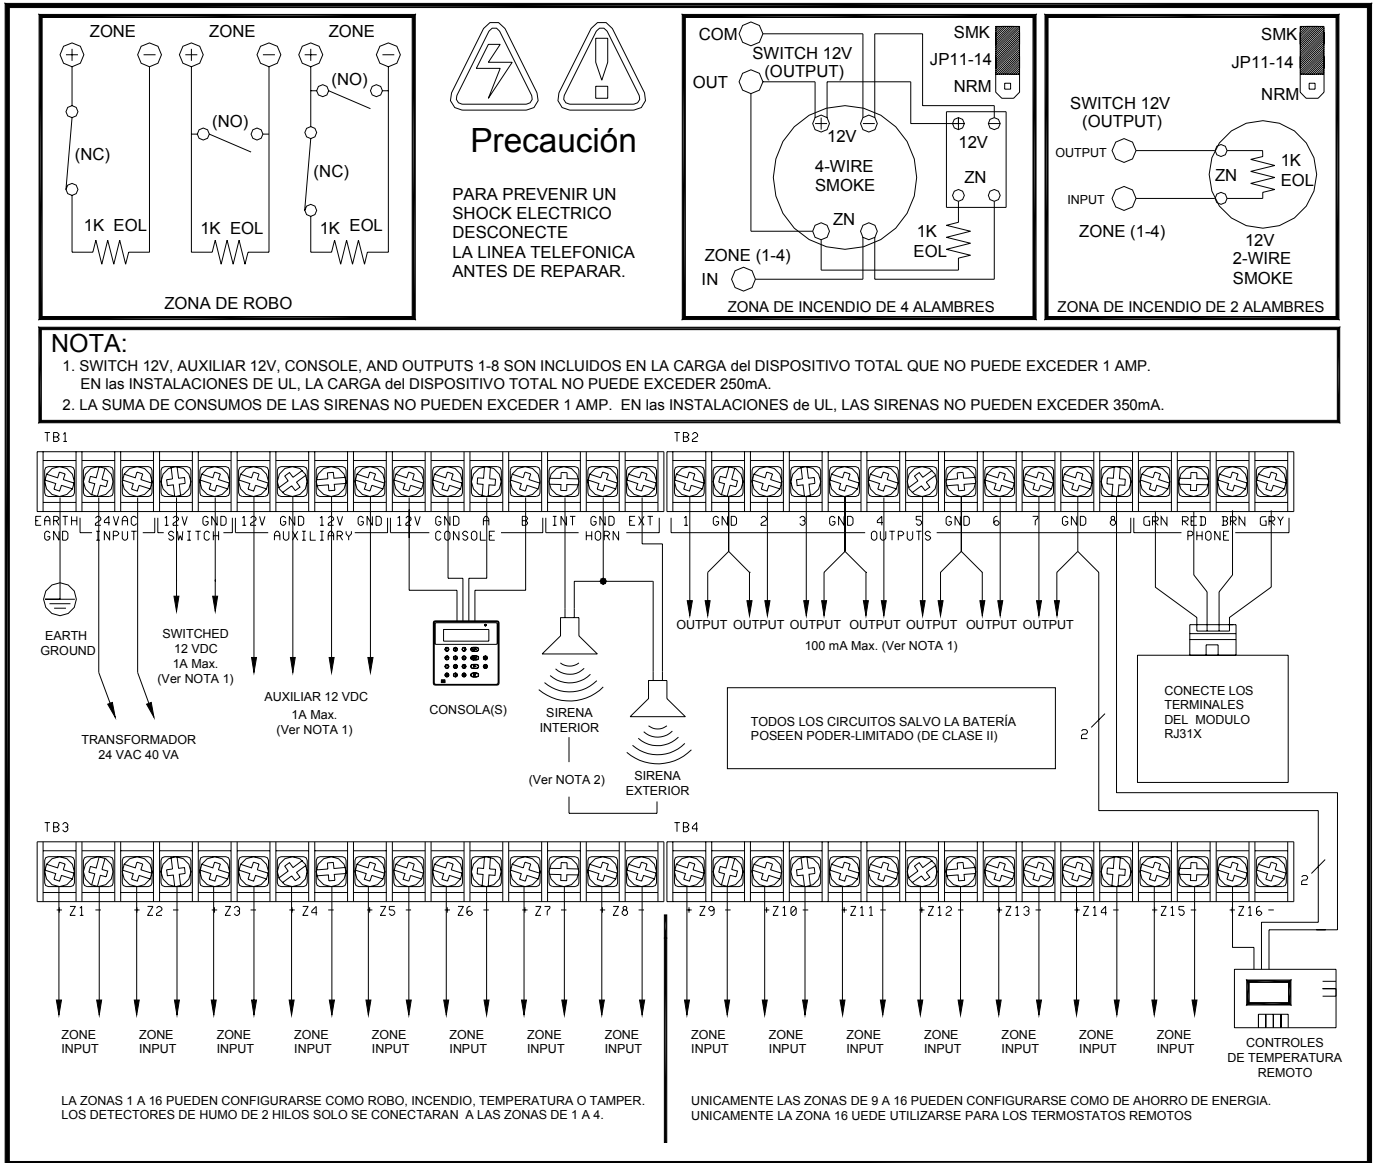

FIGURA 2 - DIAGRAMA COMPLETO DE CONEXIONES
6. Ver FIGURA 2 (DIAGRAMA COMPLETO DE CONEXIONES) para configuraciones de zonas de robo.